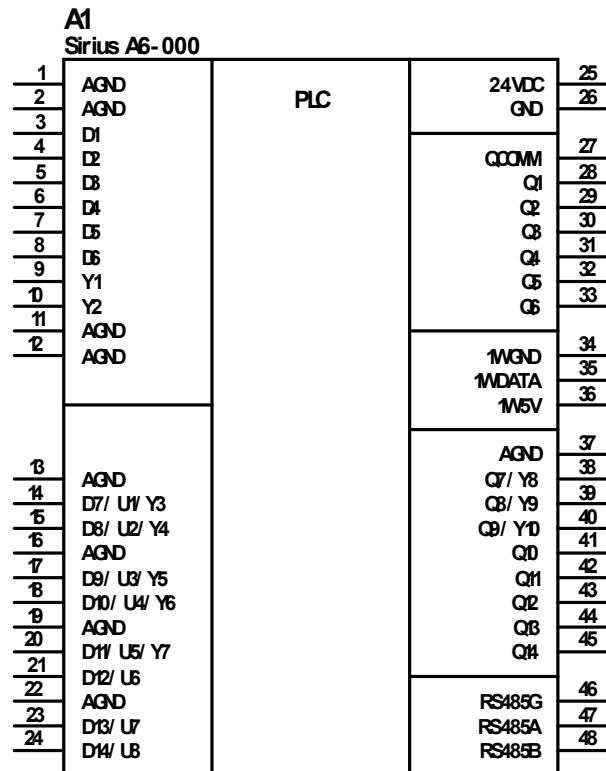

Рис.3 УГО контроллера.
7.1. Условное графическое обозначение контроллера показано на Рис.3.